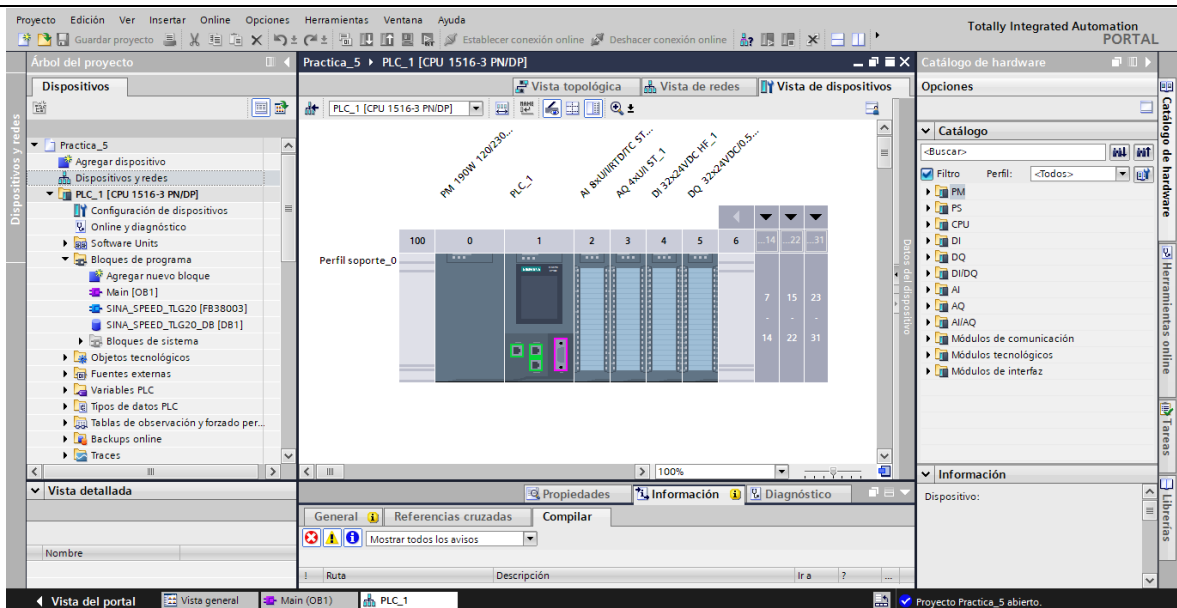

Figura 11. Módulos del controlador.
(3) Después de agregar el dispositivo, el mismo aparece en la ventana “Dispositivos y Redes”, para que el controlador funcione de manera correcta se debe agregar los módulos que componen al controlador. Se procede a agregar los módulos siguiendo los siguientes pasos:
- Para agregar el “Módulo de salidas digitales” hacer clic en **“DQ” / “DQ 32x24VDC/0.5A HF” / “6ES7 522-1BL01-0AB0”**, seleccionar la versión **“V1.1”** (ver Figura 11).